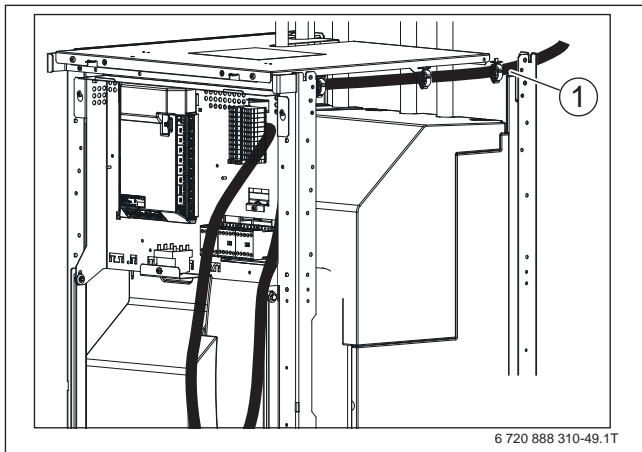

Bild 93 Anschluss Netzkabel
- ▶ Kabel entsprechend Schaltplan anschließen (→ Bild 93).